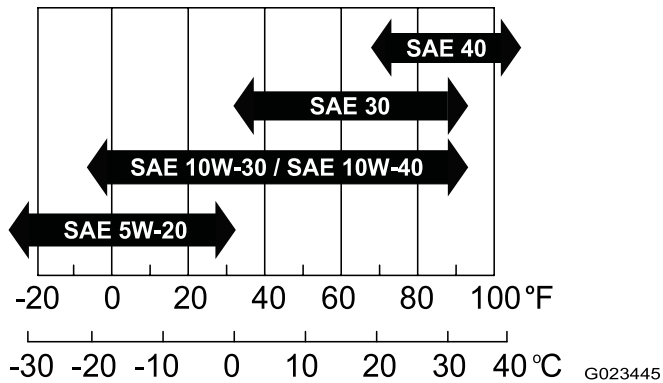

Figura 14
- **Viscosidade:** SAE 30; consulte a tabela seguinte para outras viscosidades (Figura 14):